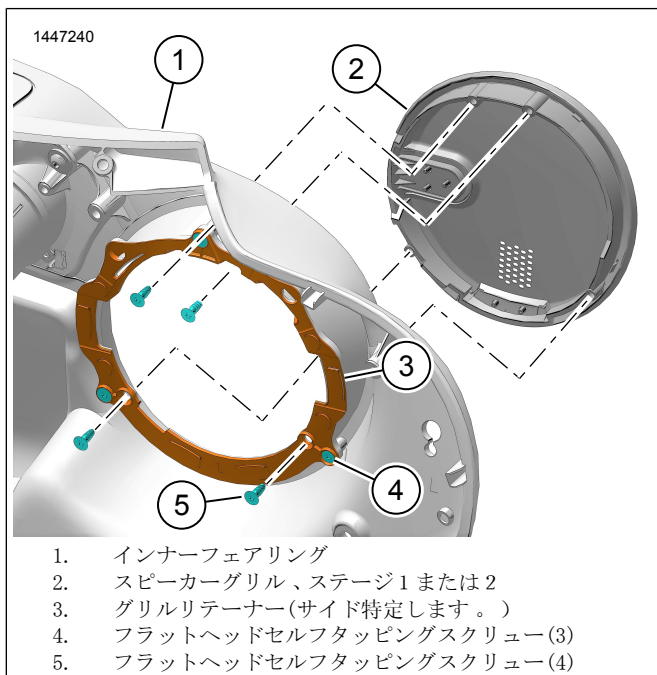

図2。スピーカーグリルアッセンブリー
1. 図2を参照してください。グリルリテーナーをインナーフェアリングに取り付けます。
2. 図2を参照してください。スピーカーエンクロージャーをインナーフェアリングに取り付ける。